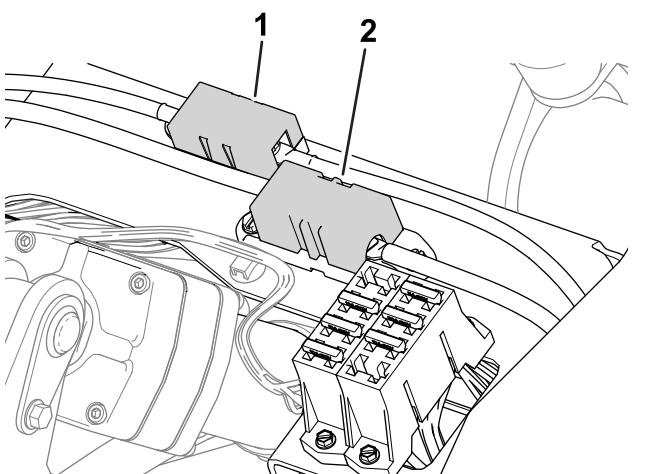

Figura 53
- Los fusibles del generador (100 A) y el motor de la rueda derecha (60 A) están situados debajo del asiento (Figura 53).